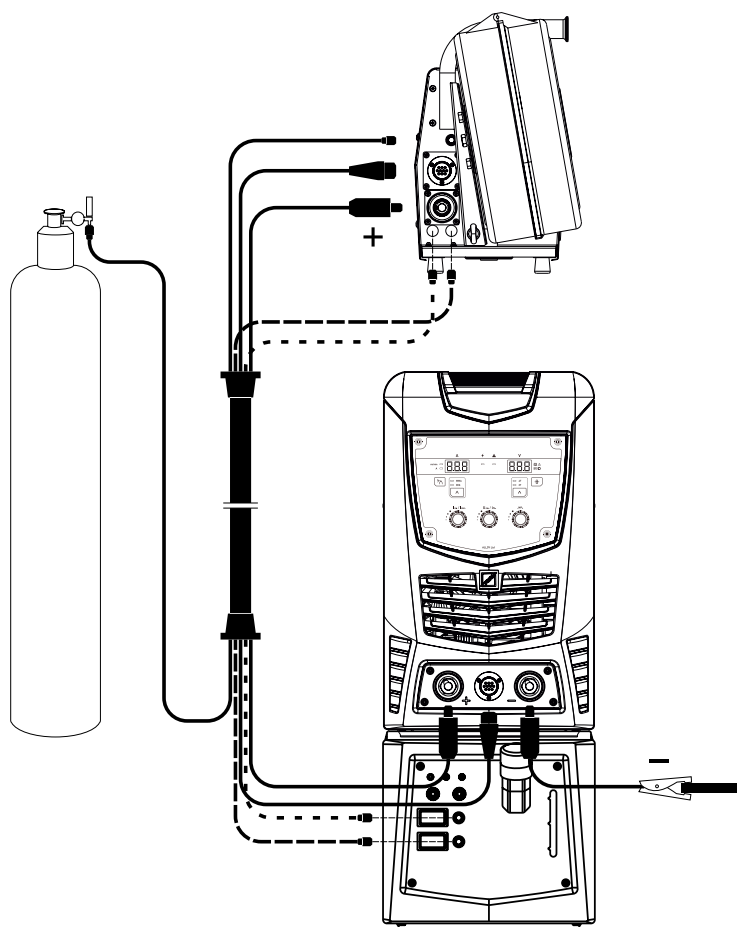

Рис. 5.4 Схема подключения механизма подачи сварочной проволоки и БВО
- подключить комплект сварочного оборудования (полуавтомата) согласно схеме (рис. 5.4) ;